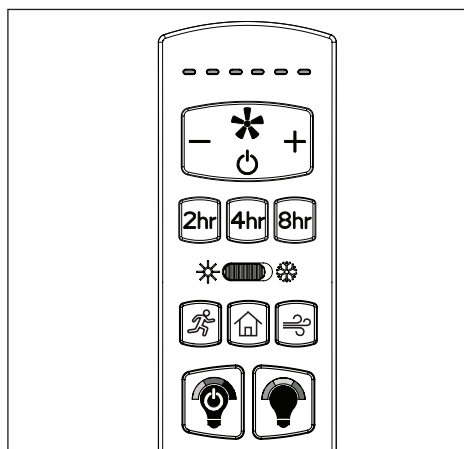

Figura 5.2
2. Para controlar el ventilador con el control remoto, presione y suelte los siguientes botones (Figura 5.2):